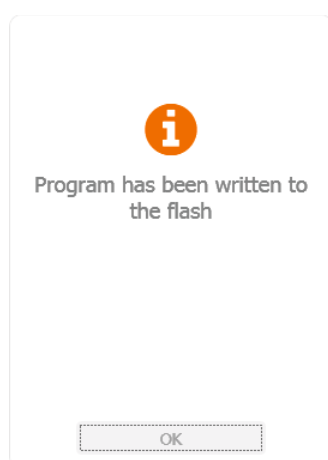

Рис. 14
- Появится окно с сообщением о том, что программа успешно записана в постоянную память (Рис. 14).